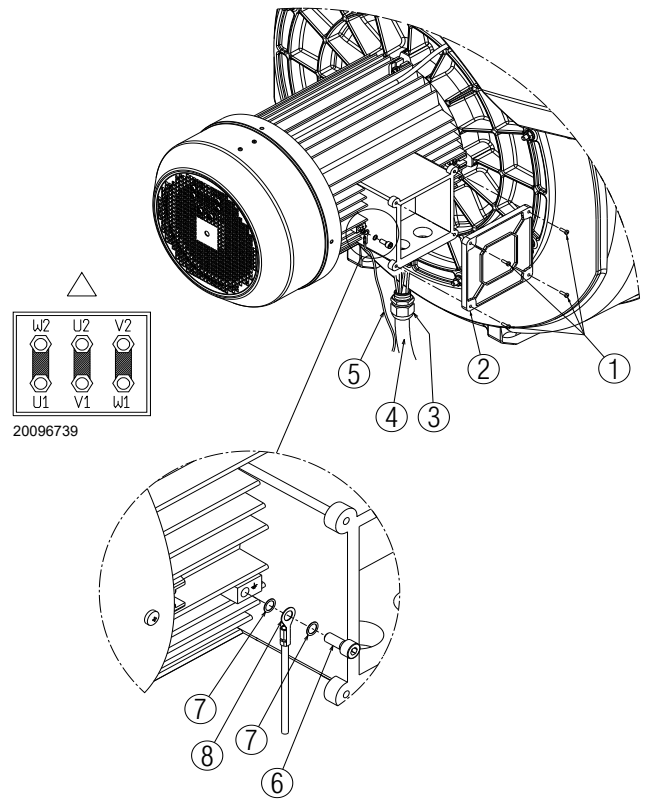

Fig. 26
➤ pour accéder au boîtier du moteur, dévisser les quatre vis 1)(Fig. 26) et enlever le couvercle 2).
- Effectuer un contrôle visuel final et fermer le boîtier du moteur en vissant les 4 vis 1)(Fig. 26).